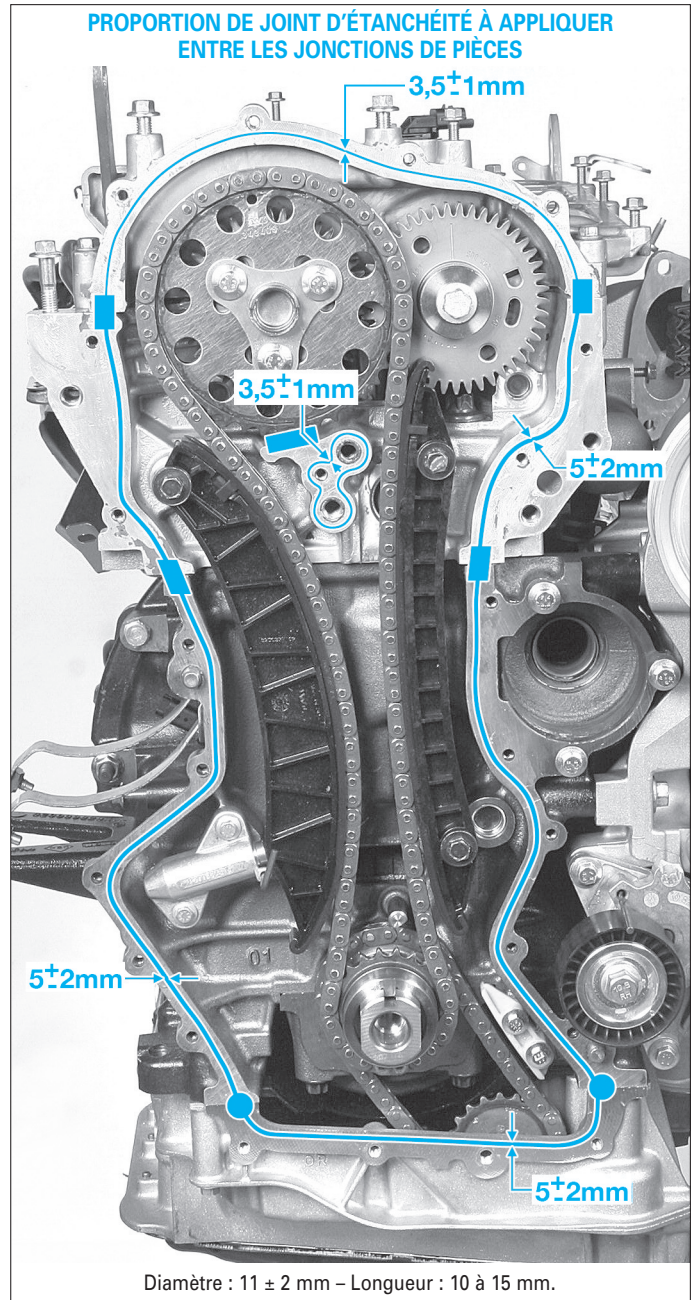

FIG. 27
- Déposer un cordon de pâte d'étanchéité appropriée (Joint Silicone Adhérent) (fig. 27).